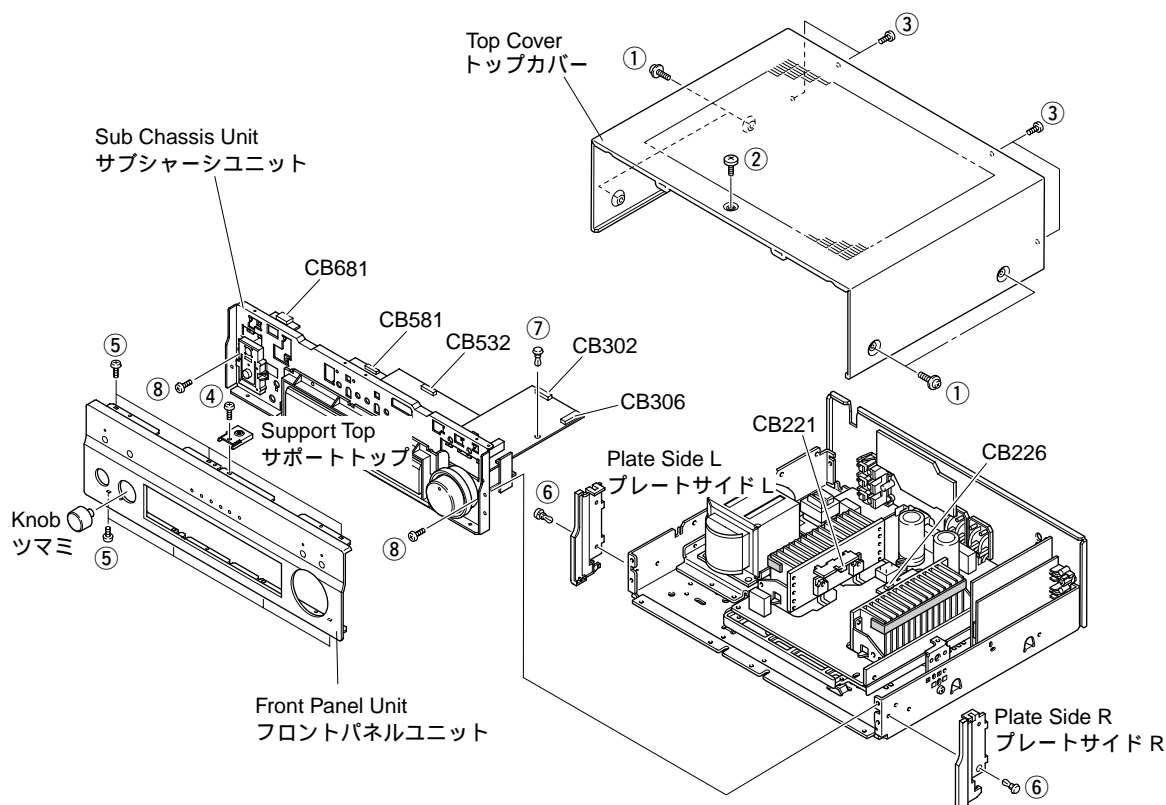

Fig. 1
- Remove 4 screws ( ① ), 1 screw ( ② ) and 4 screws ( ③ ). (Fig. 1)
- Slide the Top Cover rearward to remove it. (Fig. 1)
- ①のネジ4本、②のネジ1本、③のネジ4本を外します。(Fig. 1)
- トップカバーを後方へスライドさせ取り外します。(Fig. 1)
- Remove 1 screw ( ④ ) and then remove the Support Top. (Fig. 1)
- Remove 7 screws ( ⑤ ) and then remove the Front Panel Unit. (Fig. 1)
- ④のネジ1本を外し、サポートトップを取り外します。(Fig. 1)
- ⑤のネジ7本を外し、フロントパネルユニットを取り外します。(Fig. 1)
Remove 2 push rivets ( ⑥ ) and then remove the Plate Side L/R. (Fig. 1)
⑥のプッシュリベット2本を外し、プレートサイドL/Rを取り外します。(Fig. 1)
- Remove 1 push rivet ( ⑦ ). (Fig. 1)
- Remove 2 screws ( ⑧ ) and then slide the Sub Chassis Unit forward. (Fig. 1)
- Remove connectors CB221, CB226, CB302, CB306, CB532, CB581 and CB681 and then remove the Sub Chassis Unit. (Fig. 1)
- ⑦のプッシュリベット1本を外します。(Fig. 1)
- ⑧のネジ2本を外し、サブシャーシユニットを前方へ引き出します。(Fig. 1)
- コネクタCB221、CB226、CB302、CB306、CB532、CB581、CB681を外し、サブシャーシユニットを取り外します。(Fig. 1)